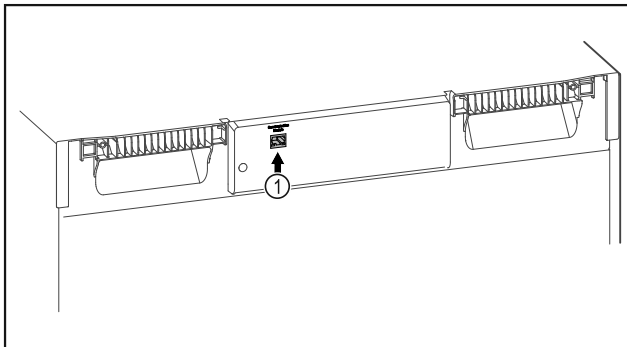

Fig. 110
- SmartModule Fig. 110 (1) naudojamas.